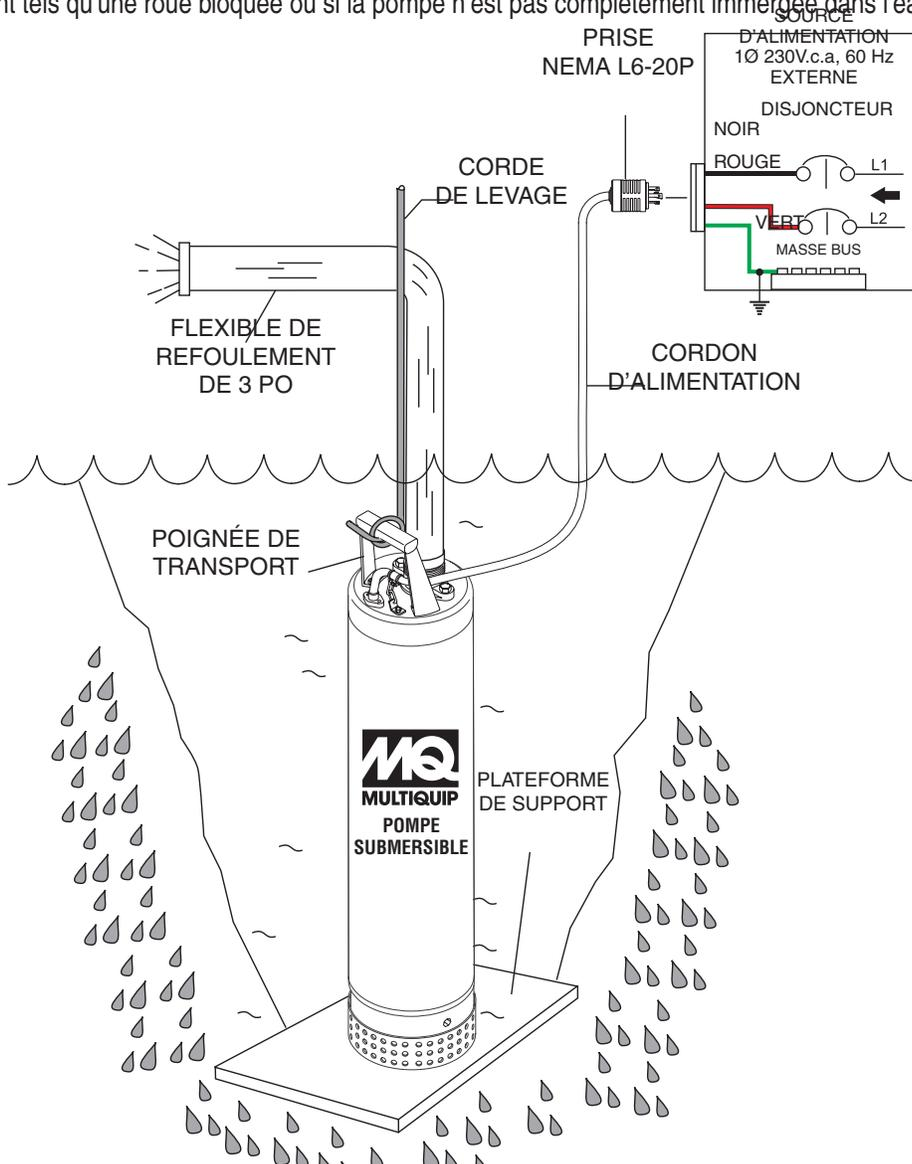
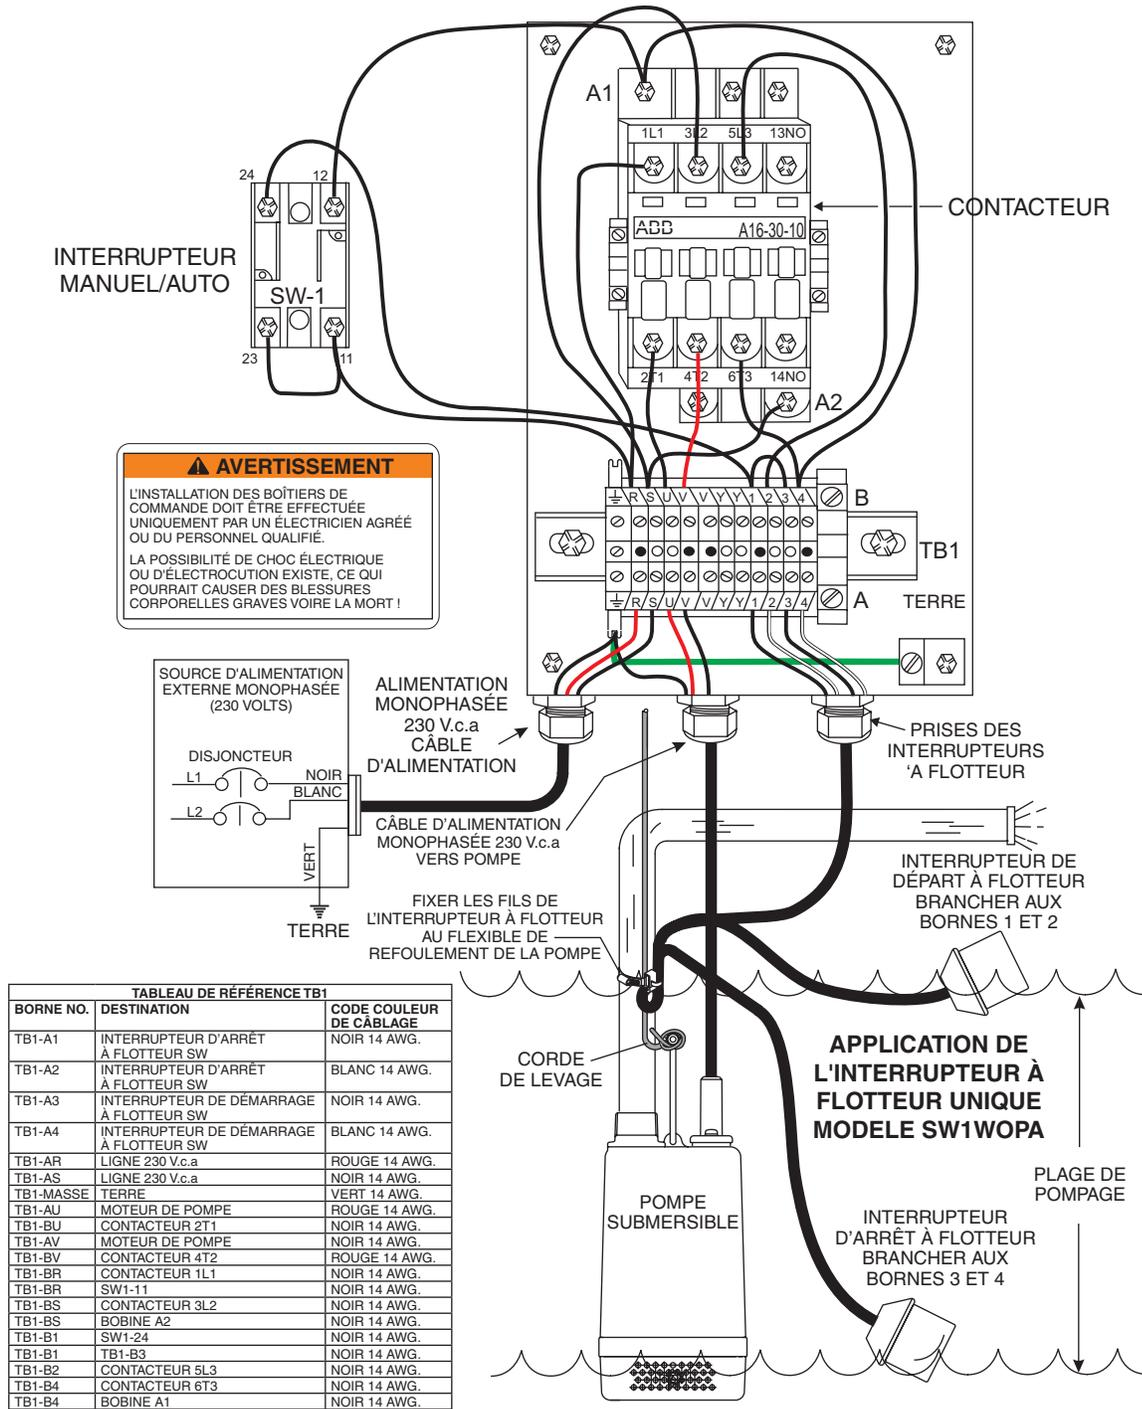

Figure 4. Application à alimentation directe.
Figure 9. Schéma d'application du boîtier de commande CB6 de l'interrupteur à double flotteur
Les pompes submersibles ST3020B1 / BCUL peuvent être configurées pour fonctionner par alimentation directe (Figure 4) ou connectées à un boîtier de commande (Figures 9, 10 et 11) utilisant des interrupteurs à flotteur. Lorsque la pompe est connectée directement à une source d'alimentation 1Ø, 230 V.c.a, 60 Hz via la fiche L6-20P située à l'extrémité du cordon d'alimentation, la pompe fonctionnera dès que l'alimentation est appliquée. Il est conseillé d'installer un commutateur à déconnexion rapide pour allumer et éteindre l'appareil.
Pour les applications spéciales de pompage à distance de la pompe submersible, un boîtier de commande (modèles CB6 ou CB200) est requis. Ces boîtiers de commande résistants à l'eau fournissent un boîtier et des presse-étoupes étanches pour empêcher l'eau de s'infiltrer dans le boîtier et une interface à flotteur. Les deux boîtiers de commande nécessiteront l'utilisation de **deux** interrupteurs à flotteur SW-1WOPA, sans fiche, avec des fils dénudés pour une connexion directe au boîtier de commande. Voir les Figures 9, 10 et 11 pour les connexions du boîtier de commande.
- Connecter le cordon d'alimentation secteur au bornier (TB1) situé à l'intérieur du boîtier de commande, comme indiqué aux Figures 9, 10, 11 et au Tableau 6.